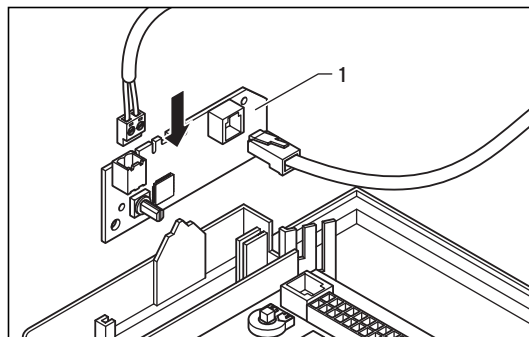

Рис. 4.2 Монтаж платы модуля сопряжения
- Вставьте плату (1) с зажимом в вырез (2) распределительной коробки.
- Присоедините шину (3) к прилагаемому соединительному зажиму (4).
- Вставьте соединительный зажим (4) шины в гнездо (5) на плате модуля сопряжения.
- Установите плату модуля сопряжения в распределительную коробку, как показано на рис. 4.2.